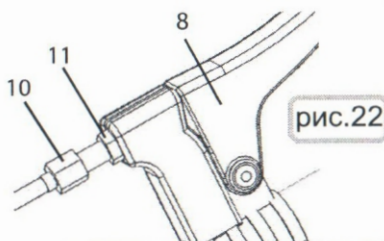

рис.22
Отрегулировать нажим рычага сцепления (8) с помощью винта (10) и гайки (11) (рис. 22).